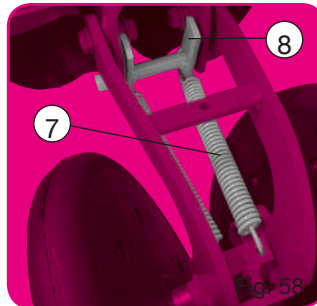

Fig. 58
- Démontez le bloc arrière, désolidariser les ressorts ⑦ et supprimer l'entretoise en H ⑧ (fig. 58).
- Remove the rear unit, separate the springs ⑦ and remove the H spacer ⑧ (fig. 58).